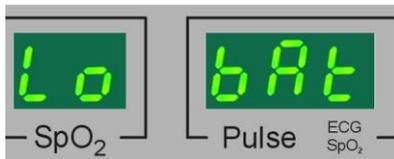

Bild 11: „Lo Bat“-Meldung
- Lo Bat:** (siehe Bild 11, Low Battery) Die Akkus sind fast vollständig entladen. Schließen Sie den Monitor umgehend an eine Netzsteckdose an und laden Sie die eingebauten Akkus. Handelt es sich um neue Akkus und waren diese voll aufgeladen, so ergibt sich noch eine Restnutzungszeit von ca. fünf Minuten bis zum automatischen Abschalten des Gerätes. Diese Meldung erscheint abwechselnd mit den Messwerten.